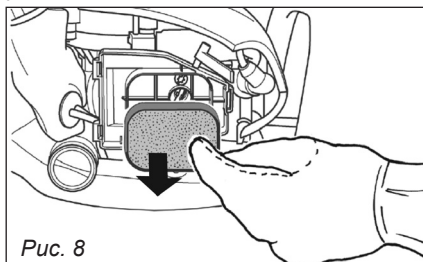

Рис. 8
9.1. Воздушный фильтр (рис. 8)
1. Отвинтите винт-барашек крышки (рис. 8).
3. Высушите фильтр перед его установкой на место (рис. 8).